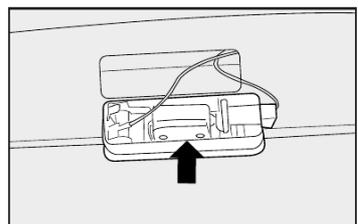

fig. 26
- 2) retire o refletor, atuando com uma chave de fenda no ponto indicado pela seta **fig. 26**.